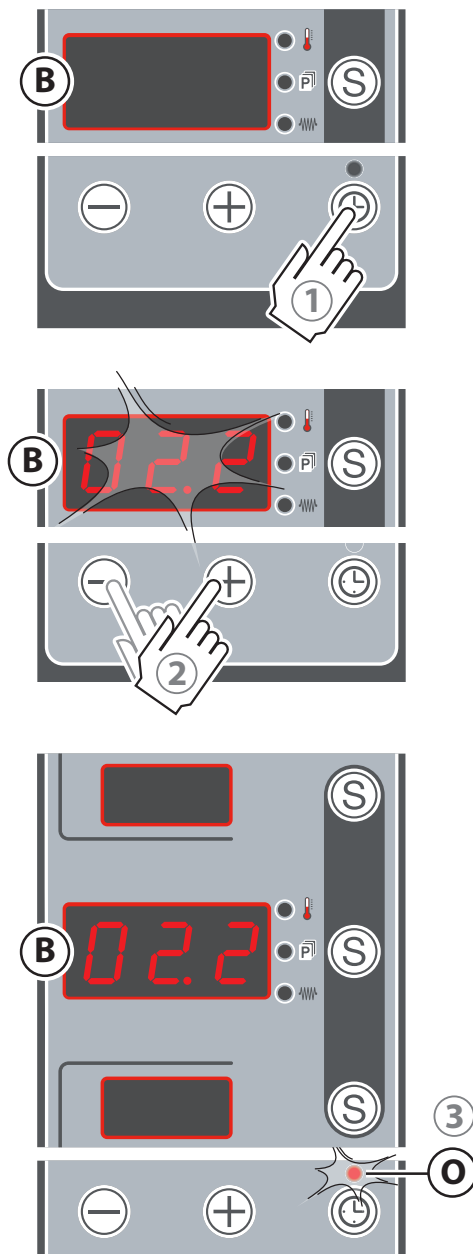

Fig.16.
Consultare ► cap. **"Accensione programmata"** a pag. 14 e Fig.16.
► Fig.16.